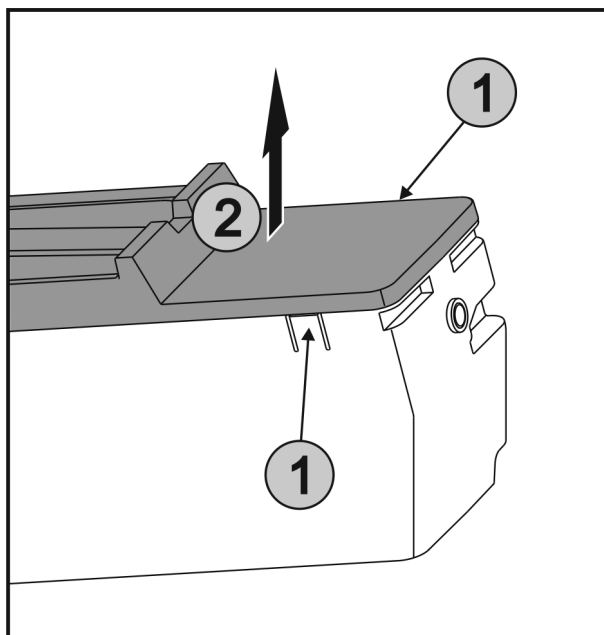

Fig. 41
- ▶ Накладки Fig. 41 (1) з обох боків EasyTwist-Ice натиснути одночасно і кришку Fig. 41 (2) вийняти рухом вгору.